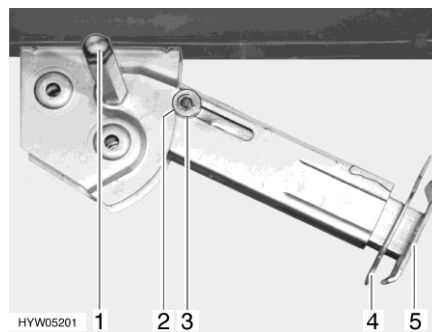

Fig. 41 Vérin stabilisateur
- Placer la clé à pipe sur l'écrou à six pans (Fig. 41,1) et tourner jusqu'à ce que le vérin stabilisateur soit en position verticale vers le bas.
- Retirer la goupille (Fig. 41,4) de la rallonge du pied d'appui (Fig. 41,5).
- Placer la clé à pipe sur l'écrou à six pans (Fig. 41,1) et tourner jusqu'à ce que le vérin stabilisateur se dégage du sol.
- Rentrer complètement la rallonge du pied d'appui (Fig. 41,5) et insérer la goupille (Fig. 41,4) dans le trou prévu à cet effet.
- Tourner la clé à pipe sur l'écrou à six pans (Fig. 41,1) jusqu'à ce que le vérin stabilisateur ait pivoté vers le haut et le disque de guidage (Fig. 41,3) soit complètement rentré dans l'encoche (Fig. 41,2).